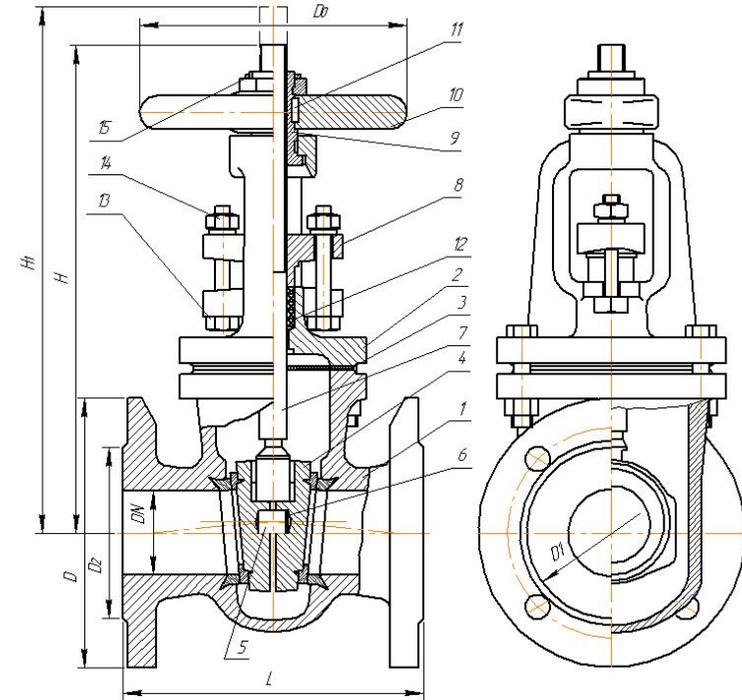

Рис. 1
4.1. Устройство задвижки (см. рисунок 1).
* - рукоятка ** - штурвал см. рис. 1